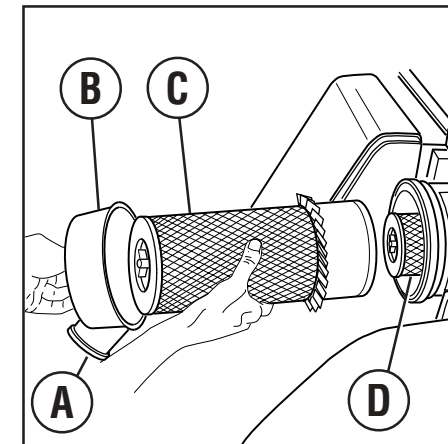

Abb. 43
- 2 - Zunächst ist zu prüfen, ob das Gummiventil (A Abb. 43) auf dem Ende des Deckels frei ist; allfälliges Material entfernen.
- 3 - Filterabdeckung (B Abb. 43) durch Aufdrehen der Befestigungsschraube entfernen.
4 - Mittlere Schraube zur Feststellung des Filters (C Abb. 43) lösen und den Filter aus seinem Sitz befreien. Achten Sie hierbei darauf, dass kein Staub in die Muffe gelangt.
**VORSICHT!** Der Einsatz (3 Abb. 63) muss nach jeweils 12 Reinigungseingriffen und in jedem Fall alle 12 Monate ausgetauscht werden. Bei jedem zweiten Wechsel des äußeren Einsatzes muss auch der Inneneinsatz entfernt und ersetzt werden. Der innere Sicherheits-Filtereinsatz (D Abb. 43) darf weder gewaschen noch mit Druckluft gereinigt werden.